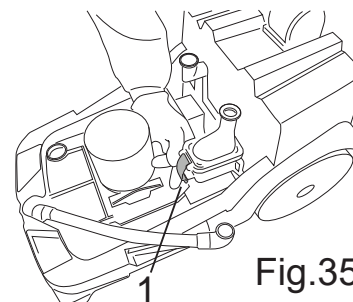

Fig.35
- Отпустите фиксирующий рычаг и снимите крышку распределительного клапана (рис. 35 - поз. 1).